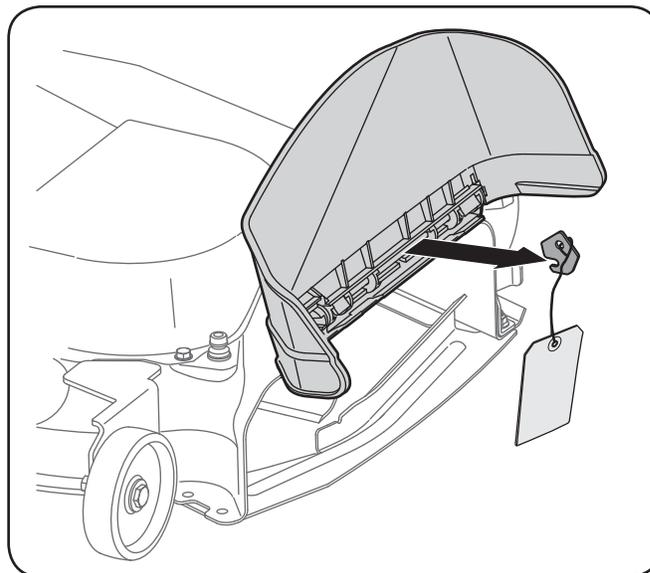

Figure 3-2
1. Repérez le support de la goulotte d'éjection et son étiquette d'avertissement sur la droite du plateau de coupe, Voir la Figure 3-2.